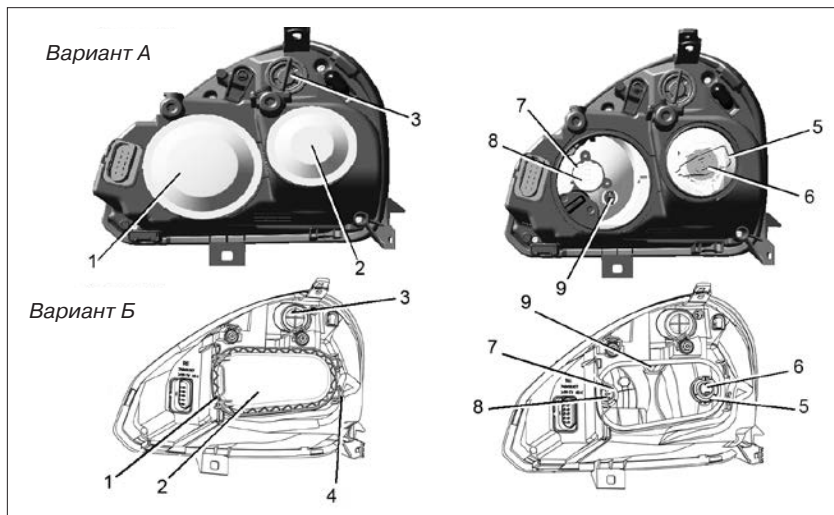

Рис. 87. Блок-фара
- снимите круглую защитную резиновую крышку 2 (вариант А) или пластиковую крышку 2 (вариант Б), откнув пружинную защелку 1 влево и освободив из зацепов 4 (рис. 87);
– снимите круглую защитную резиновую крышку 1 (вариант А) или пластиковую крышку 2 (вариант Б), откинув пружинную защелку 1 влево и освободив из зацепов 4 (рис. 87);